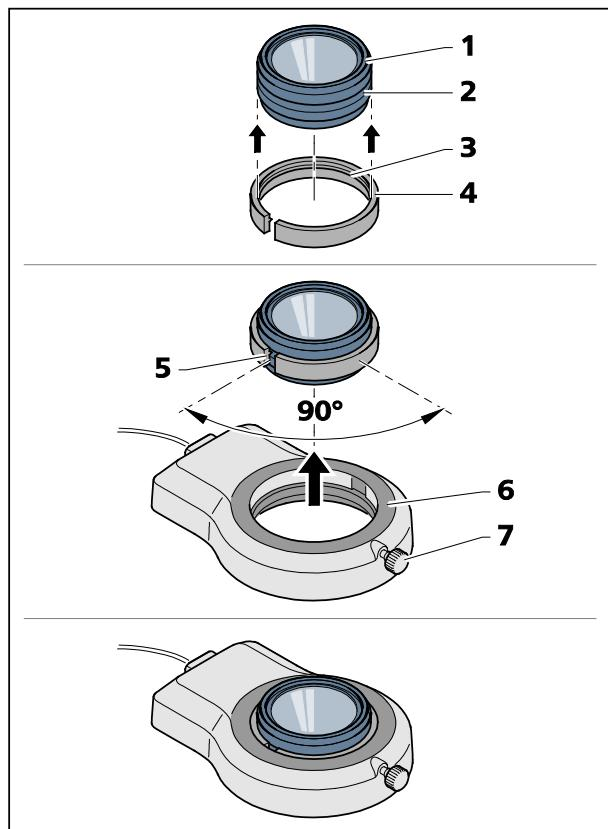

图 14 在镜片 3 上安装环状光源
- 将随附的开槽适配器 (图 14/4) (外直径 66 mm, 内直径 58 mm) 从下翻转到镜片 (图 14/1)。必须将适配器内部环绕的隆起 (图 14/3) 卡入镜片物镜的外槽口 (图 14/2)。
- 将环状光源 (图 14/6) 推入到适配器外直径，并用夹紧螺栓 (图 14/7) 固定。
当适配器槽口 (图 14/5) 和环状照明夹紧螺栓 (图 14/7) 呈约 90° 时，将达到最佳夹紧效果。